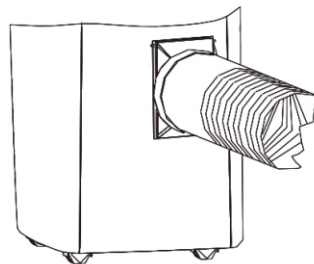

Fig.10
11. L'assemblage du conduit d'évacuation d'air et de ses accessoires est terminé, comme illustré sur le schéma de la figure 10.